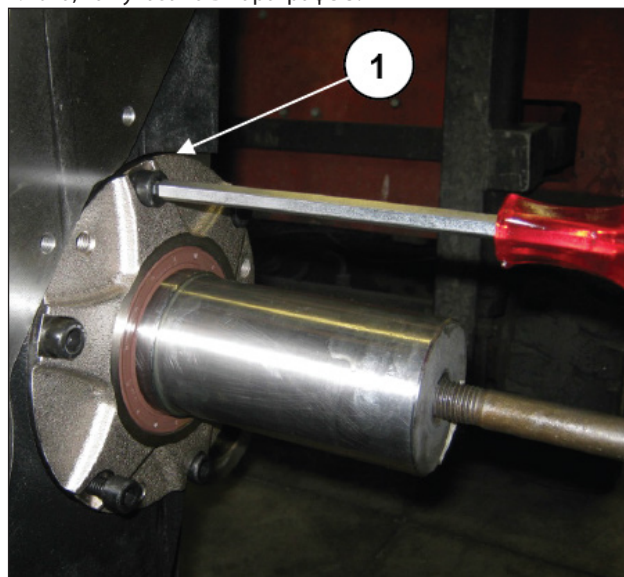
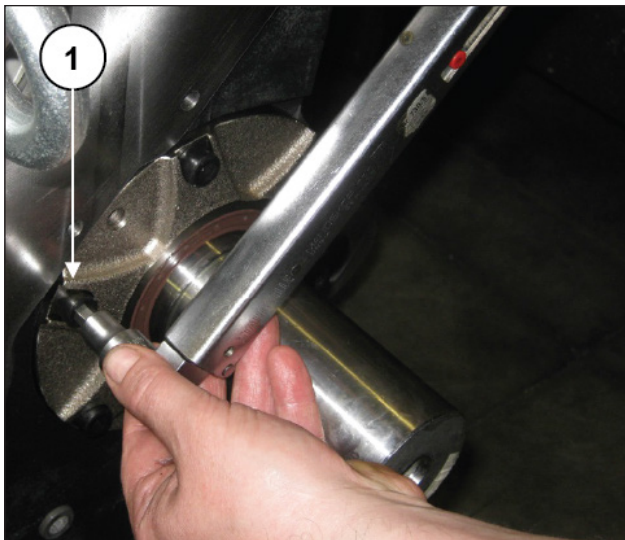

Рис. 119
Рис. 120
Установите уплотнение и крышки подшипника BOM с обеих сторон и затяните крепежные винты M10 (поз. ①, Рис. 119 - Рис. 120).